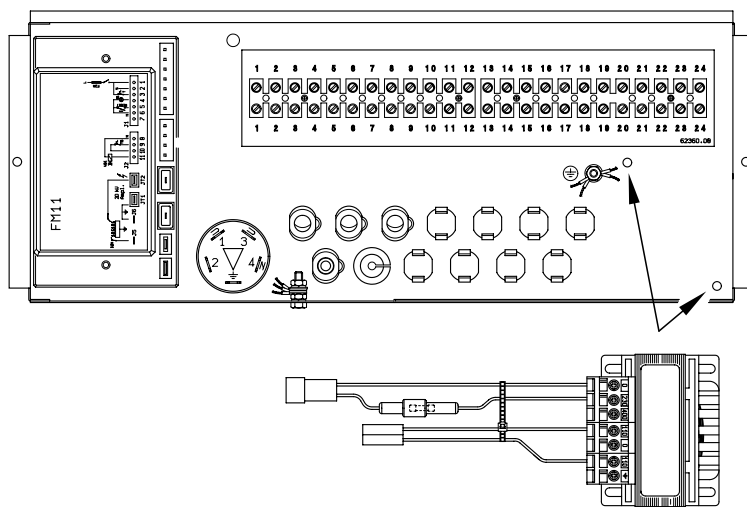

Fig. 6/a
De ballon van de sonde van de eventuele buitenketel (SS) code 6277110 (naar keuze) moet in de mantel van de ketel gevoegd worden en de ballon van de sonde boiler (SC) in de mantel van de boiler. Ten aanzien van de montage van de buitentemperatuurvoeler (SE) moeten de aanwijzingen in de verpakking van de voeler opgevolgd worden. Om de elektrische aansluitingen tot stand te brengen moet u het op fig. 6 aangegeven schema aanhouden.